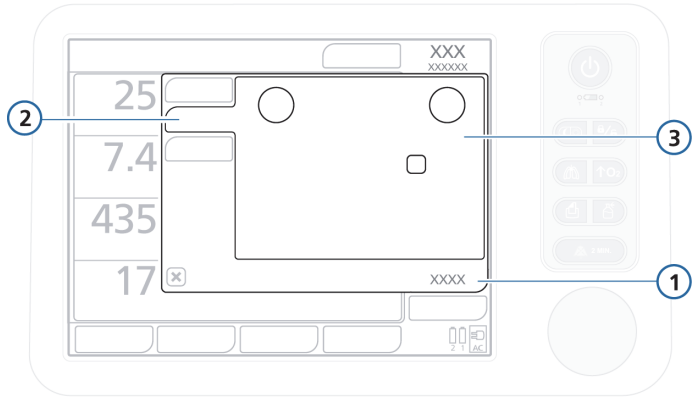

Figura 5-6. Mais configurações, janela Controles
3. Abra a janela Controles -> Mais (Figura 5-6) e selecione e ajuste os parâmetros conforme necessário.
2. Abra a janela Controles -> Mais (Figura 5-6) e selecione e ajuste os parâmetros conforme necessário.